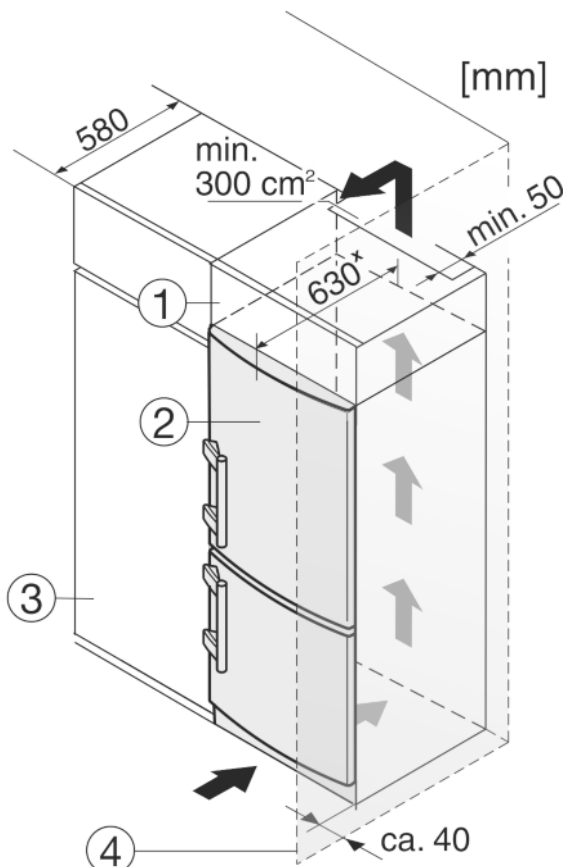

Fig. 13
Устройство может быть окружено предметами кухонной обстановки. Чтобы уравнивать устройство Fig. 13 (2) по высоте с кухонной стенкой, можно установить над устройством соответствующий дополнительный шкафчик Fig. 13 (1).
При комбинировании с кухонными шкафами (глубина макс. 580 мм) устройство можно установить непосредственно рядом с кухонным шкафом Fig. 13 (3). Устройство выступает сбоку на 34 мм* и по центру на 50 мм* относительно передней стенки кухонного шкафа.
Если устройство установлено на шарнирах у стены Fig. 13 (4), то расстояние между устройством и стеной должно быть не менее 40 мм. Настолько выступает ручка при открытой двери.